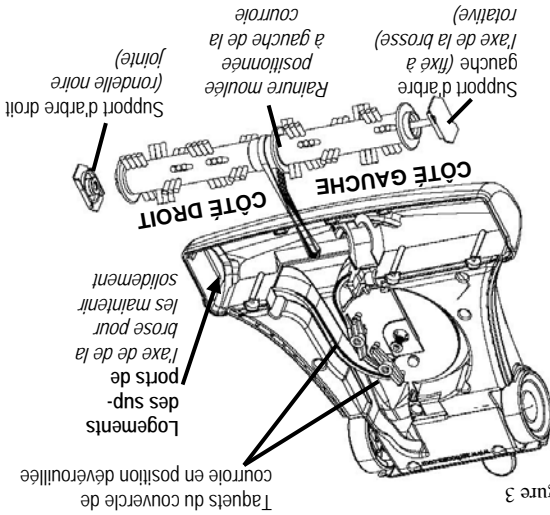

Figure 3
1. Pour la remplacer, positionner la brosse rotative comme indiquée (Figure 3). Le support de l'arbre de transmission auquel est fixé l'axe de la brosse rotative et la rainure moulée centrale doivent être positionnés du côté gauche.